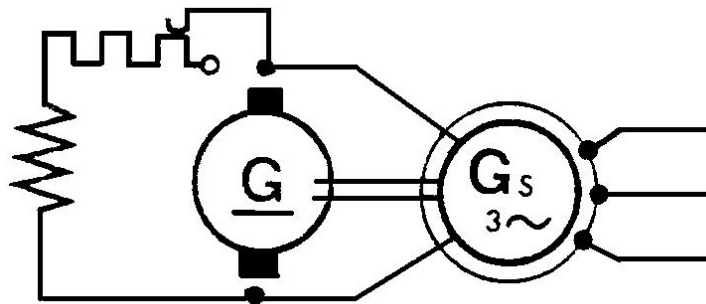

Figure 1
A) Par génératrice à courant continu montée en bout d'arbre (fig.1) :